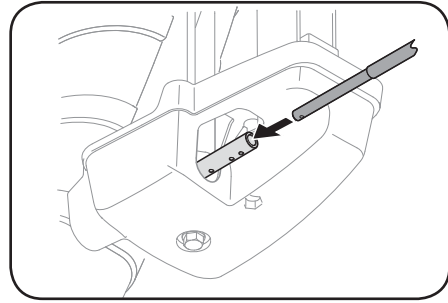

Figure 2-24
2. Insérez l'extrémité ronde de la tige de commande de la goulotte (trou vers le haut) à fond dans la tête de commande de la goulotte. Voir la Figure 2-24.